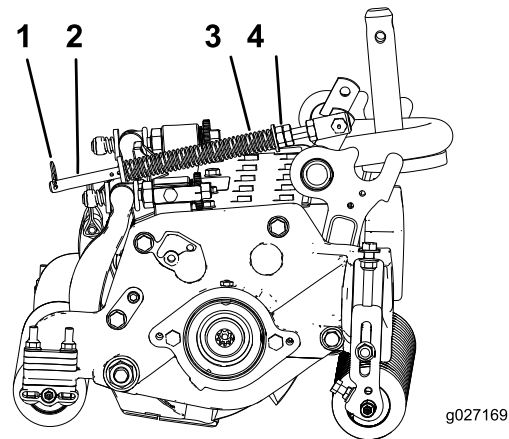

Figura 16
1. Asegúrese de que el pasador de horquilla está instalado en el taladro del extremo de la varilla del muelle (Figura 16).
2. Apriete las tuercas hexagonales del extremo delantero de la varilla del muelle hasta que la longitud comprimida del muelle sea de 15,9 cm (Figura 16).